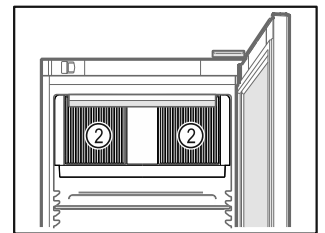

Fig. 48
- ❑ Дръжте вентилационните отвори Fig. 48 (2) на циркуляционния вентилатор във вътрешността свободни.